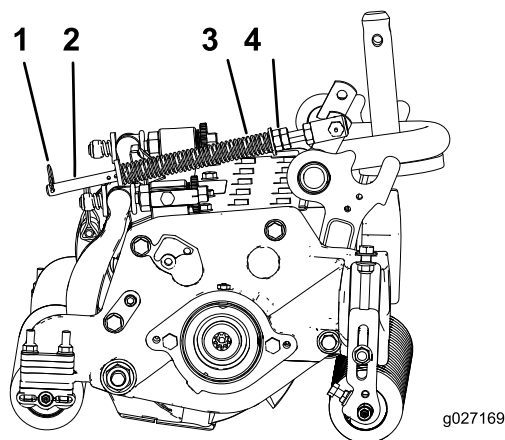

図 14
1. スプリングロッドの後穴にヘアピンコッターを忘れずに取り付けてください図 14。
2. スプリングロッド前部の六角ナットを締めて、スプリング圧縮状態の長さが127 mm になるようにする図 14を参照。